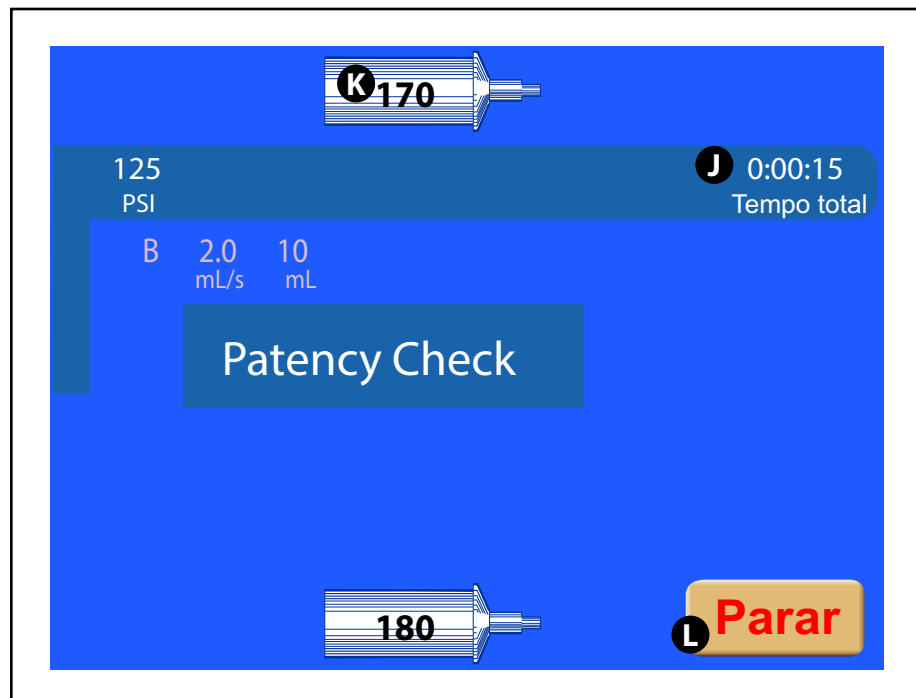

Figura 4-10-2 Tela Verificação de desobstrução ao injetar (somente cabeça motorizada)
3. Pressione a tecla [Iniciar desobstrução] **I** para iniciar a injeção e será exibida a tela mostrada na Figura 4-10-2. Monitore o local e instrua o paciente a notificar o operador em caso de dor, pressão ou inchaço anormal.